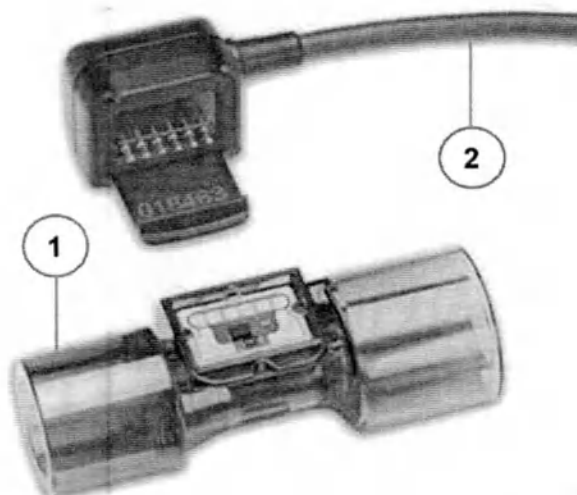

Рисунок 3.16 – Комплект проксимального датчика потока
В аппарате реализована возможность максимально точного измерения показателей потока дыхательного газа с помощью комплекта проксимального датчика потока (см. рисунок 3.16), что особенно важно при вентиляции педиатрических пациентов.
- угловым соединителем с правым выходом (exit right) с конструкцией типа «зажимной колпачок» (Clip-On Cap) для подключения к датчику потока с другой стороны (см. рисунок 3.16).
- 1 Подготовьте проксимальный датчик потока и кабель проксимального датчика потока из комплекта поставки (см. рисунок 3.16).